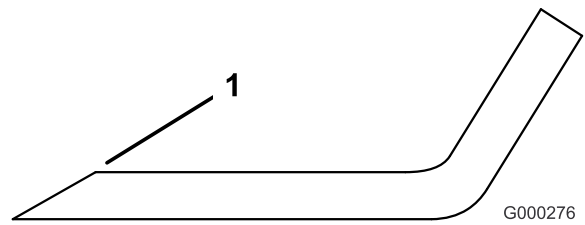

Figure 53
1. Au moyen d'une lime, aiguiser les tranchants aux deux extrémités de la lame (Figure 53) en veillant à conserver l'angle de coupe d'origine. Limez la même quantité de métal sur chacun des deux tranchants pour ne pas déséquilibrer la lame.